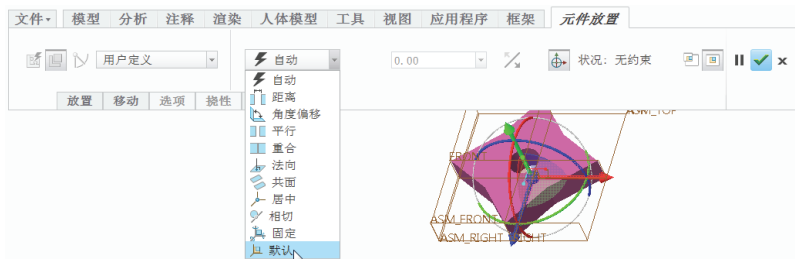

图 10-10 选择“默认”选项
3) 在功能区中出现“元件放置”选项卡。在“元件放置”选项卡的约束条件下拉列表框中选择“默认”选项，如图 10-10 所示。